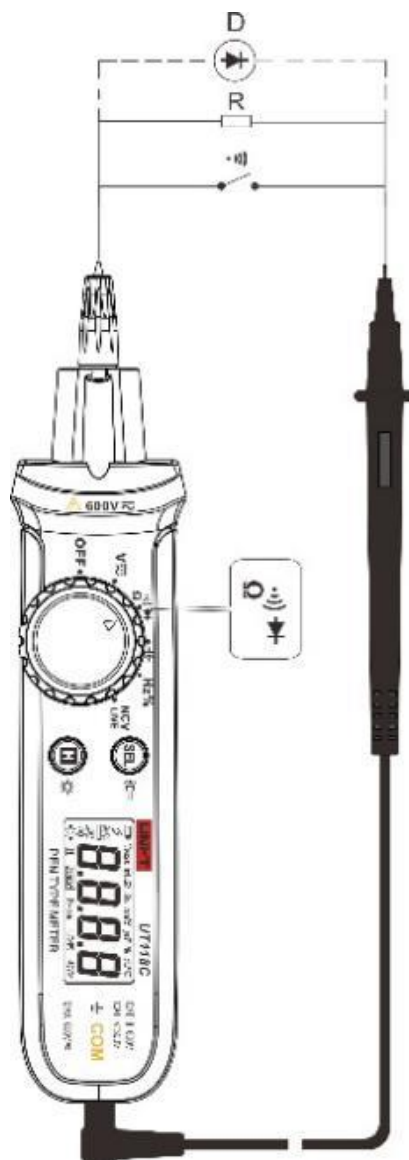

Bild 4
11.2 Mät kontinuitet, resistans och diod (Bild 4)